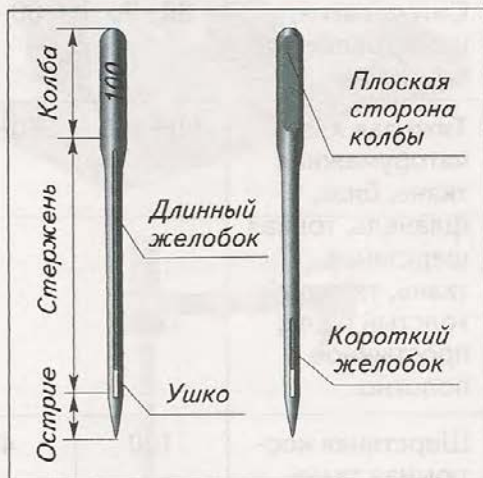

Рис. 22. Машинная игла
*Машинная игла* — это прямой стальной стержень неодинаковой толщины, заостренный на тонком конце (рис. 22). Утолщенная часть иглы называется *колбой*. Она предназначена для закрепления иглы в муфте игловодителя машины. На выпуклой стороне колбы указывают номер машинной иглы.